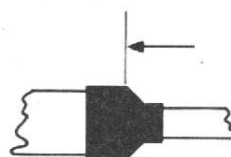

Fig. 5. - Origine de la mesure à partir des trappes.
Pour ce qui concerne le réflecteur, et nous y revenons - on réglera la longueur de l'élément A à 76 cm (84). Précisons que des dimensions données sont prises, comme le montre la figure 5, à partir de l'arête de l'embout des trappes (et non de la base), et une fois que la distance est acquise, le mieux est de serrer définitivement le collier de blocage.